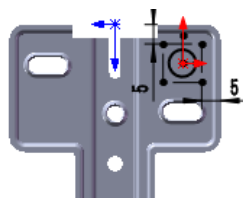

图 16.6.55 编辑草图
(4) 编辑草图, 如图 16.6.55 所示。退出草图环境, 完成成形特征 6 的创作。